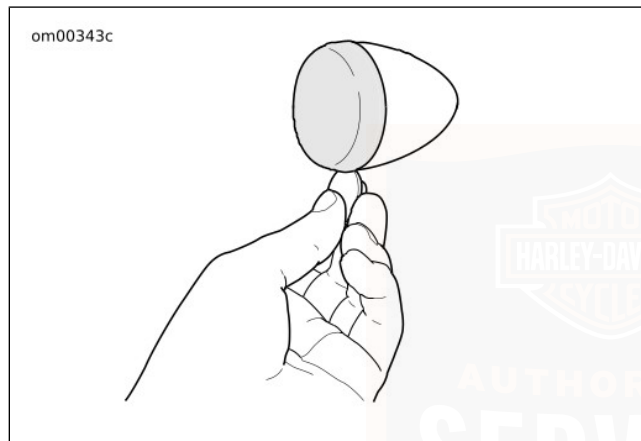

Figure 59. Retirer le diffuseur
1. Voir Figure 59. Insérer une pièce dans l'encoche. Tourner lentement la pièce jusqu'à ce que le capuchon du diffuseur sorte du boîtier d'ampoule.